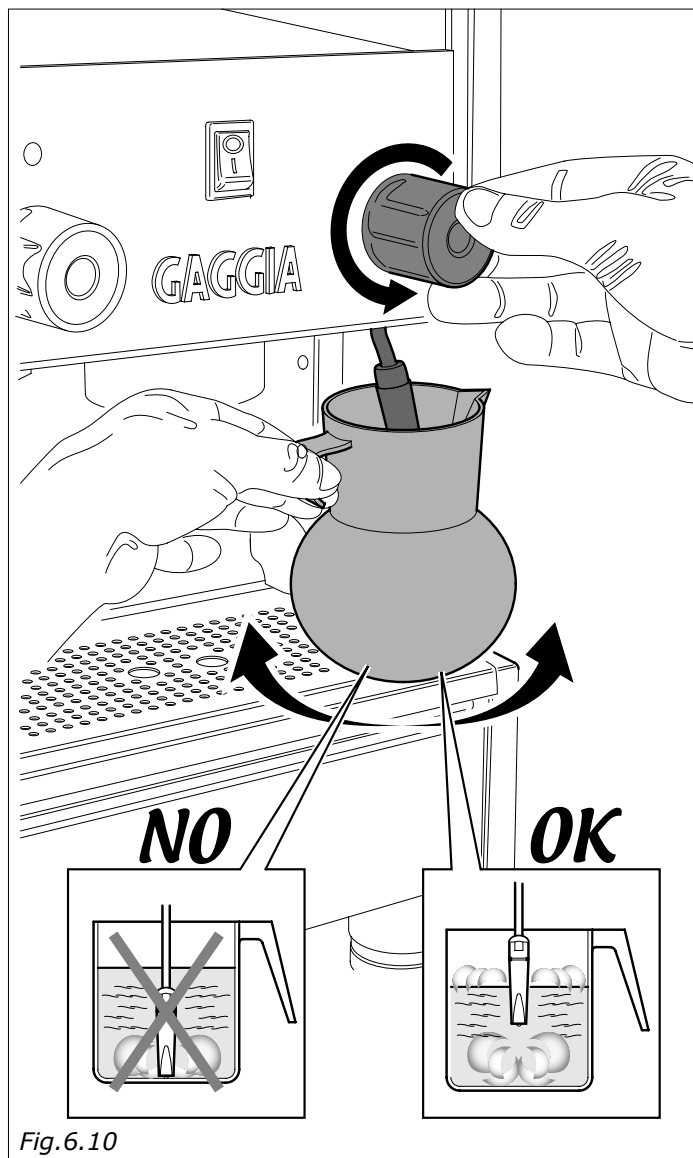

Fig.6.10
- Prendre un pot rempli à moitié avec du lait froid et le placer sous le tige du vapeur (Fig.6.10).
- Tourner lentement la poignée du robinet (Fig.6.10) dans le sens inverse des aiguilles d'une montre pour faire sortir le vapeur.